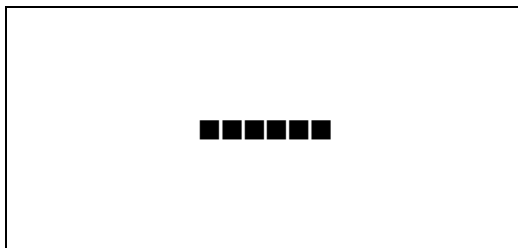

図4-26 オンスクリーンメニュー(POSITION V例)
- 1) CHARACTERメニューで「POSITION V[PO V]」(*)を選択し、**ENTER** ボタンを押すと図 4-26 のような設定メニューが表示されます。